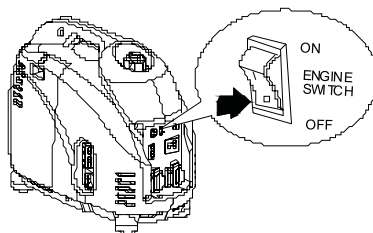

Рис. 22
2. Переведите выключатель зажигания в положение «**OFF**» (Рис. 22).